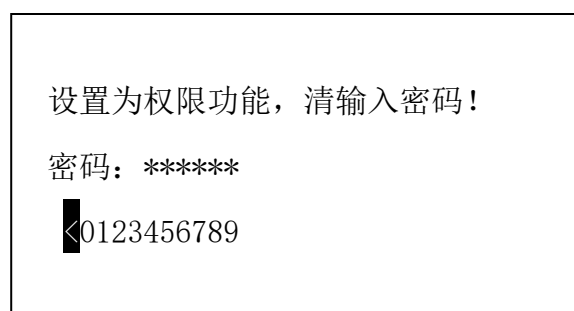
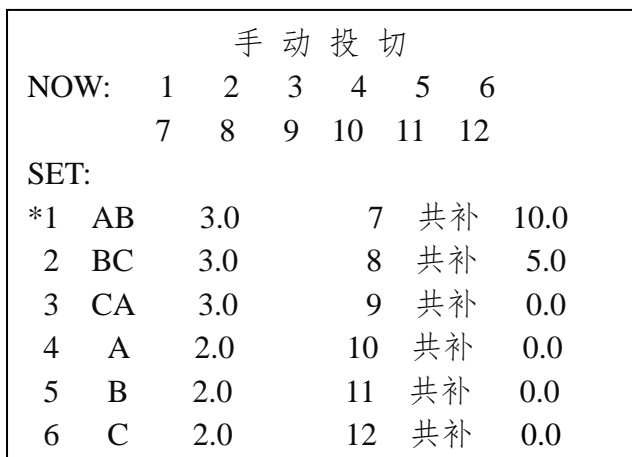
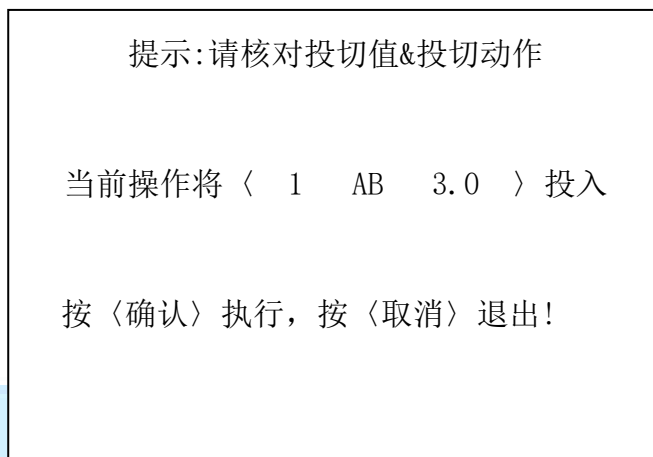

图 16
图 20
图 21
1、选择“设备工作模式”选项，按确定键后键进入密码输入页（如图 16），按上翻键和下翻键选择密码数值，密码默认为 000000，当六位输入正确完成之后，按确定键，界面跳回设置界面。此时按上翻键和下翻键可选择设备的工作模式。工作模式有三个，分别为：自动、手动、远程（如图 17-图 19）。在手动工作模式下，按确定键可进入手动投切界面显示如图 20 所示，第二行显示 1-12 个复合开关当前实际的投切情况，第四行开始显示手动设置 1-12 个复合开关的投切状态，可通过按上翻键和下翻键选择要投切的编号，按确定键后进入提示页面，如图 21 所示。